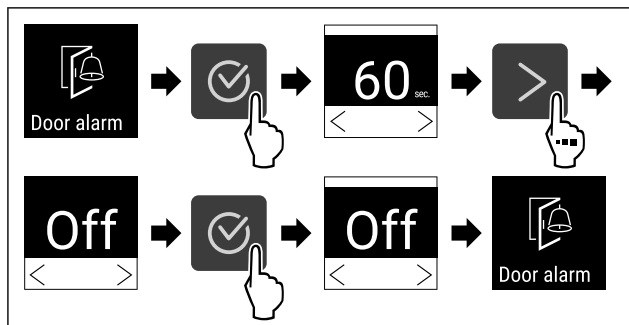

Fig. 96
- ▶ Eseguire i passi (vedere Fig. 96) .